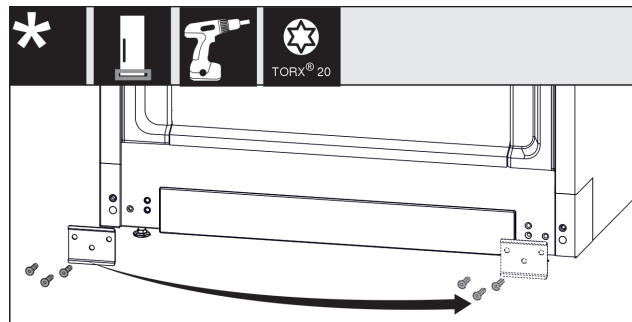

Fig. 13
- ▶ Skru pladen af, monter den omvendt på den anden side, og skru den på igen. Fig. 13 (1)